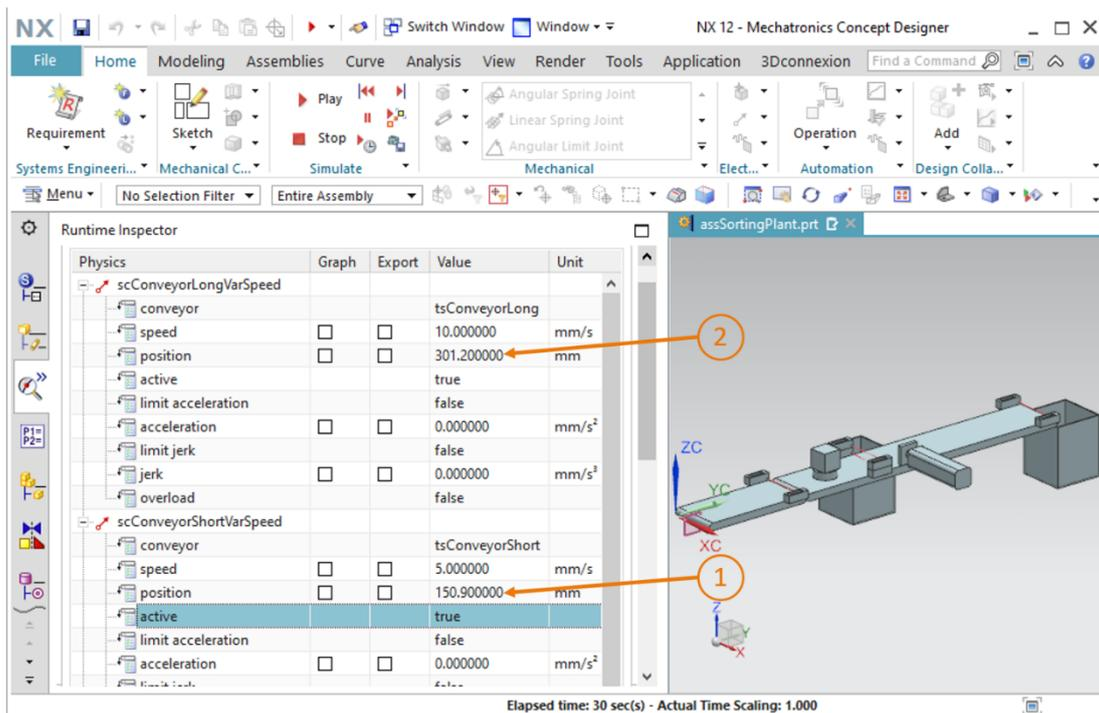

Figura 47: Simulazione dei regolatori di velocità in MCD
- Impostare il segnale **active** del regolatore "**scConveyorShortVarSpeed**" sul valore "**true**". Il nastro si sposterà a una velocità di 5 mm/s che corrisponde al valore di default del sistema. Lo si può verificare osservando la casella "position" che compare evidenziata nella Figura 47, step 1.
- Testare lo stesso comportamento con i regolatori di velocità del nastro trasportatore "**conveyorLong**". Si dovrebbe ottenere lo stesso risultato. Osservare anche come varia la posizione, come si vede nell'esempio rappresentato nella Figura 47, step 2.